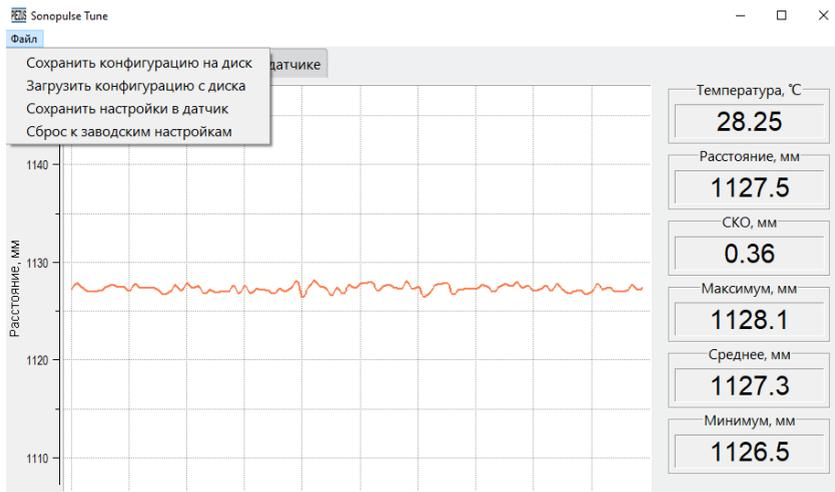

Рисунок 2.8 – Пример вида меню «Файл».
7) В меню «Файл» доступны следующие функции (**рисунок 2.8**):